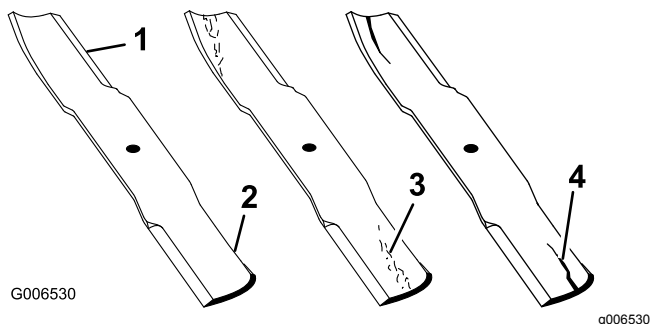

Figura 48
1. Inspeccione los filos de corte (Figura 48). Si los bordes no están afilados o tienen mellas, retire las cuchillas y afílelas; consulte Cómo afilar las cuchillas.
2. Inspeccione las cuchillas, especialmente la parte curva (Figura 48). Si observa daños,
desgaste o la formación de una ranura en esta zona (Figura 48, 3 y 4), instale inmediatamente una cuchilla nueva.